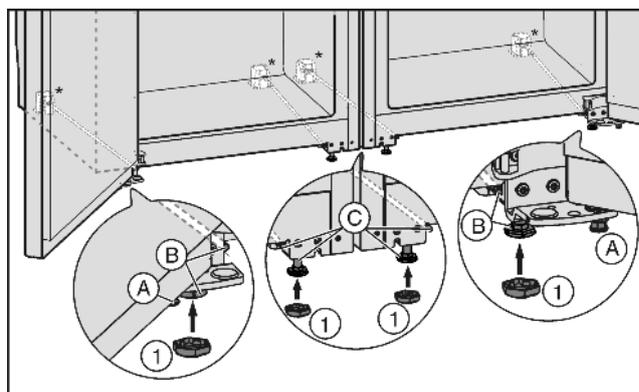

Fig. 4
- ▶ При необходимости полностью закрутите установочные ножки Fig. 4 (A) с передней стороны обоих устройств, чтобы они не касались пола.
- ▶ Насадите колпачки Fig. 4 (1) на четыре передние установочные ножки.
- ▶ Закрутите средние установочные ножки Fig. 4 (C), чтобы они не касались пола.
- ▶ Выровняйте комбинацию с помощью внешних установочных ножек Fig. 4 (B).
- ▶ Опустите средние установочные ножки *Fig. 4 (C)* пока они не соприкоснутся с полом.
- ▶ После этого подприте подпорками дверь: Опустите установочные ножки *Fig. 4 (A)* на опорном кронштейне до их соприкосновения с полом, после этого поверните их на 90°.